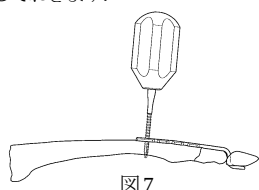

図 7
- 7) 鎖骨用 3.5 コーティカルスクリュータップ(ショート)を用いて、イメージ下で確認しながらプレタップを行います。(図 7)